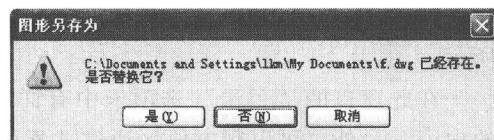

图 1-21 “图形另存为”提示对话框
若输入的文件存储路径、文件的类型和输入文件名与已存在的图形文件相同时，则系统出现“图形另存为”提示对话框，如图 1-21 所示。在该对话框中，单击“是 (Y)”按钮，系统会把当前图形存入该文件名下，并替换原图形文件；单击“否 (N)”按钮，则返回“图形另存为”对话框，可重新输入文件名进行保存；单击“取消”按钮，则取消存盘操作。